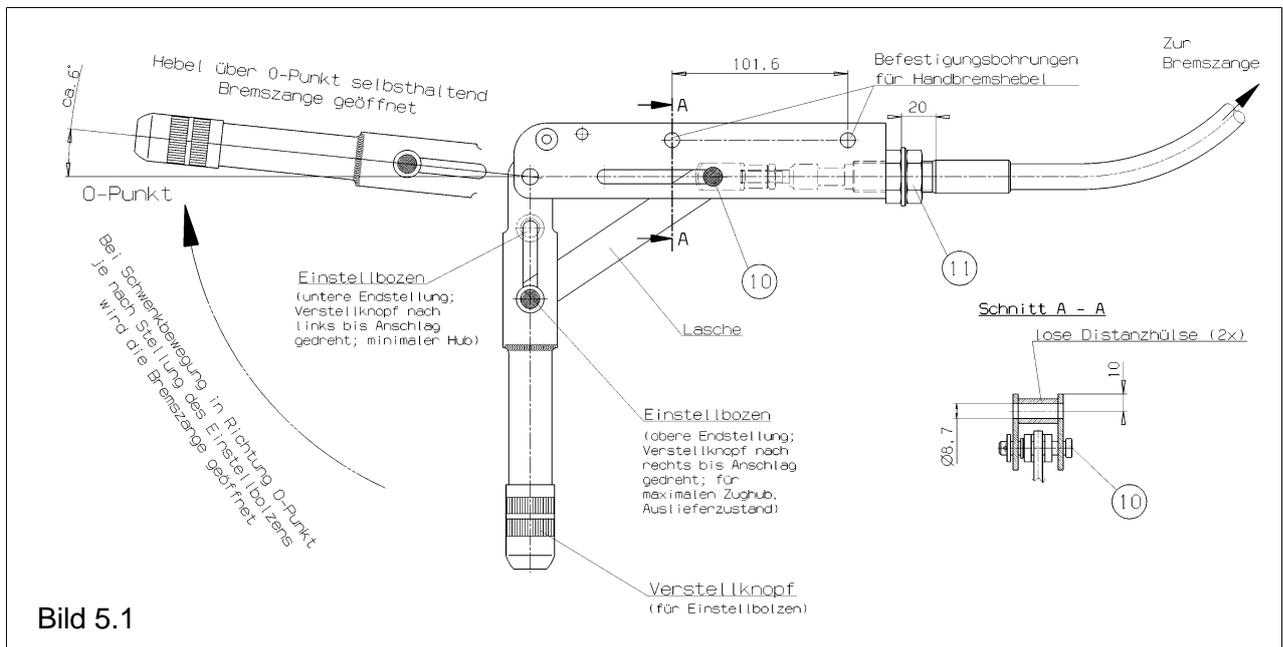

Bild 5.1
Die Bremskraft wird durch eine Druckfeder erzeugt, geöffnet wird die Bremszange mechanisch durch Betätigung eines Zugkabels. Durch Umlegen des Handbremshebels (siehe Bild 5.1 unter Absatz 5.2) über den Nullpunkt (selbsthaltend) bleibt die Bremszange im geöffneten Zustand.
Der Handbremshebel wird mit 2 Schrauben M8 der Festigkeitsklasse 8.8 am Maschinenteile befestigt. Achten Sie darauf, dass Sie zwischen den beiden Hebelblechen jeweils die lose mitgelieferte Montagehülse angeordnet haben, siehe Schnitt A - A bei Bild 5.1.
- Ziehen Sie den Bolzen (Pos.10, Bild 5.1), nachdem Sie den Sicherungssplint entfernt und die Unterlegscheibe zur Seite gelegt haben, heraus.
- Lösen Sie die Kontermutter M18x1,5 (Pos.11, Bild 5.1)
- Montieren Sie das Brems-Zugkabel in umgekehrter Reihenfolge, beachten Sie hierbei das Abstandsmaß 20mm. Vergessen Sie nicht die Sicherung des Bolzens (Pos.10, Bild 5.1) mittels des Splints!
Hierbei ändert sich auch die Winkelstellung des Handbremshebels und der Einstellbolzen nähert sich am Handbremshebel der oberen Endstellung (Bild 5.1). Wird diese obere Endstellung erreicht, oder der Bolzen (10) stößt am Ende der Nut an; ist ein weiteres Entspannen der Druckfeder (und somit aufbringen einer Bremskraft) nicht mehr möglich. Spätestens jetzt muß eine Nachstellung wie folgt durchgeführt werden: